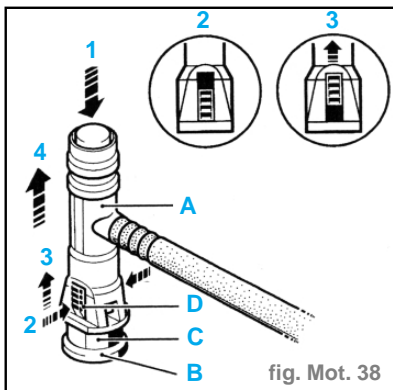

fig. Mot. 38
- Enfoncer le raccord en plastique (A) sur son embout métallique (B) selon le sens de la flèche (1), pour l'amener en contact avec les 6 pans (C) de l'embout (B). (fig. Mot. 38)
- Saisir simplement les parties crantées (D), sans chercher à les enfoncer, tout en maintenant le contact du raccord en plastique (A) sur les 6 pans (C) de l'embout (B) dans le sens de la flèche (1).
- Toujours en maintenant le contact du raccord en plastique (A) sur l'embout métallique (B) dans le sens de la flèche (1), remonter les parties crantées dans le sens de la flèche (3). (Vous pouvez utiliser un petit tournevis pour maintenir la partie crantée en position haute).
- Déposer le raccord (A) en le tirant doucement vers le haut.